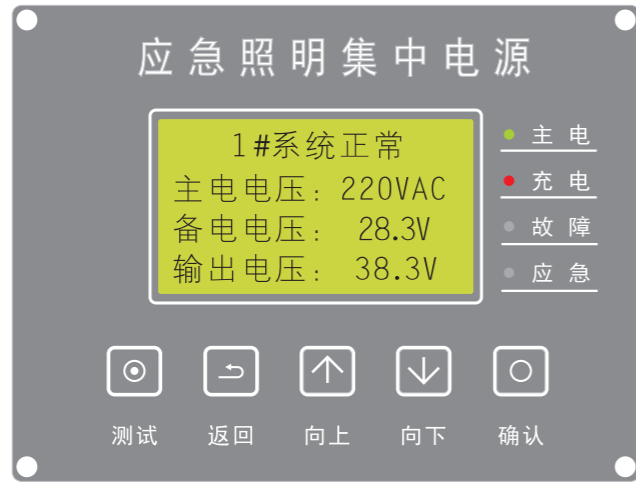
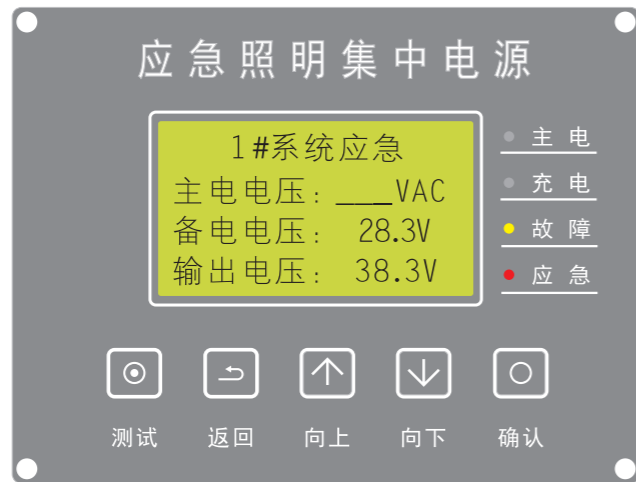

图5
图11
(1)、系统正常：在主屏时，第一行显示设备当前工作状态，下面显示各项电压参数。显示屏右侧指示灯显示当前电源及系统状态，如图5所示。
(6)、系统应急：当AC220V主电电源停电后，设备进入应急状态，显示屏显示【N#系统应急】应急指示灯点亮（如图11）；当主电恢复后，系统自动恢复至正常状态，同时电池自动进行充电，如图5所示。